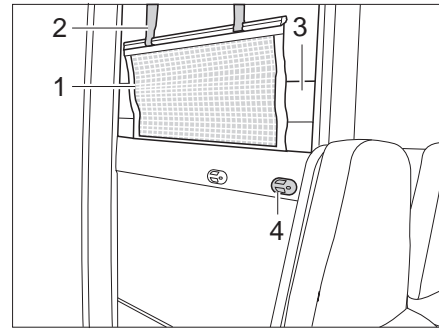

Bild 126 Våningssäng (sida)
- Ta bort madrassen (Bild 126,3) från den övre sängen och lägg den på den nedre sängen.
Haka fast: ■ Haka fast stegen med krokarna (Bild 126,4) på ramen.
Skyddsnät Skyddsnätet (Bild 126,1) är standard. Det ligger mellan madrassen och ribbotten. Skyddsnätet ska först monteras när personerna som ska sova där befinner sig i sängen.
Hänga upp: ■ Haka fast fästbanden (Bild 126,2) i hållarna i taket.